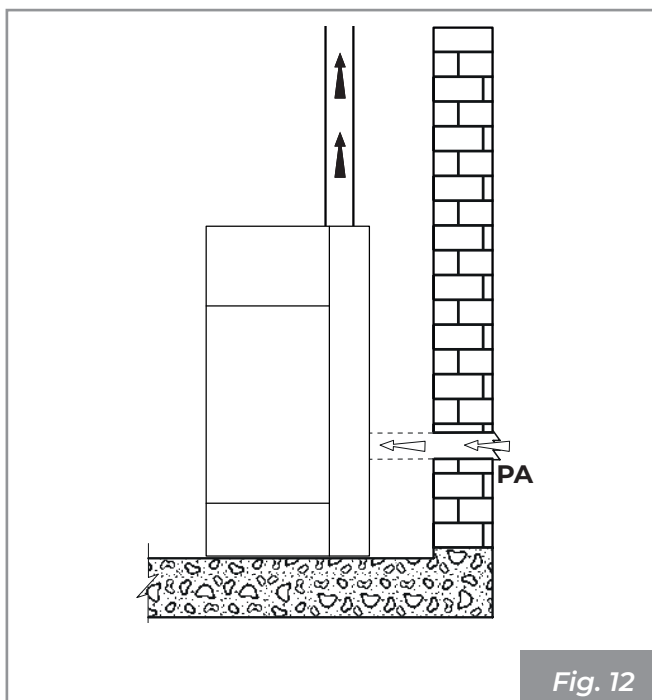

Fig. 12
- desde el ambiente de instalación o de los locales contiguos apropiados (**Fig. 12**)
Realizar la toma de aire en la pared (Fig. 12 - PA = Toma de Aire), y dejar que el aparato esté libre de extraer aire en el ambiente teniendo cuidado de conectar en el tubo de entrada del aire el tramo de tubo corrugado, en caso de que sea suministrado, fijándolo con la abrazadera y plegándolo ligeramente hacia abajo con el fin de prevenir posibles efectos de resonancia.